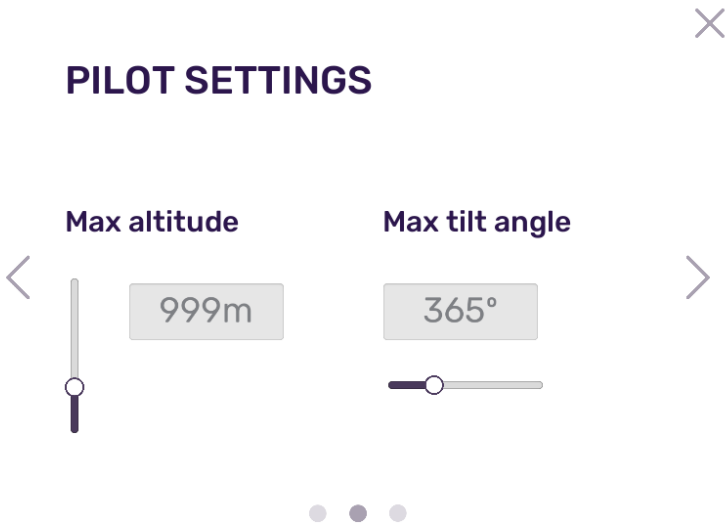

Figura 7. Configuración del piloto
2. **Configuración del piloto.** Véase la Figura 7. Muestra las restricciones de las maniobras del dron en el modo de vuelo manual. Estas restricciones se encargan de la altura de vuelo máxima, en metros, y el ángulo de inclinación máxima, en segundos. Observe que cuando el dron es conducido en modo automático, también se aplican estas restricciones.